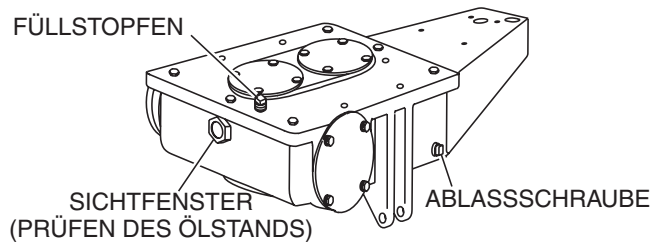

Abbildung 8. Füllstopfen / Sichtfenster des Getriebegehäuses
1. Überprüfen Sie den Ölstand in beiden Getriebegehäusen durch Blick auf das jeweils an der Rückseite angebrachte Sichtfenster. Siehe Abbildung 8.
2. Der Ölstand des Getriebes sollte sich auf halber Höhe des Sichtfensters (Abbildung 8) befinden. Die Füllmenge des Getriebeöls beträgt 1 US-Gallone (3,79 Liter). Sollte Öl nachgefüllt werden müssen, so öffnen Sie die Öleinfüllschraube auf der Oberseite des Getriebegehäuses und füllen Sie Öl gemäß ISO 220 A GMA GR 5 EP nach.